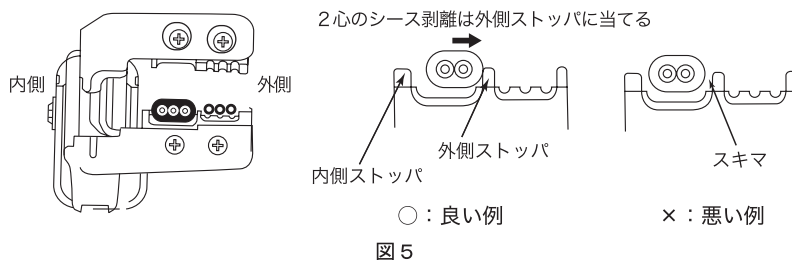

図5
- 1) 2心のシース剥離時には、確実に外側のストッパに当てて、セットしてください(図5)。外側のストッパに当てずにセットすると、シースが伸びて剥離できない場合があります。